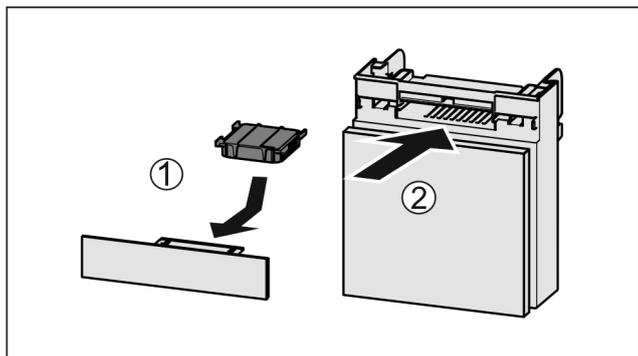

Fig. 173
- ▶ Inserire il vano Fig. 173 (2).